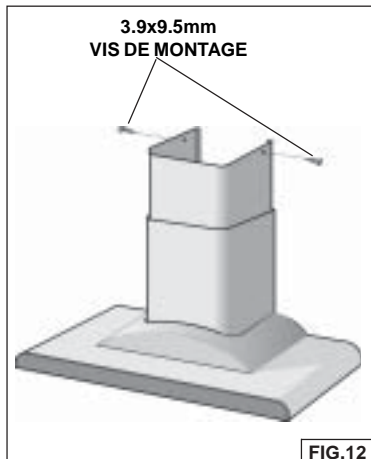

FIG.12
- Soulevez le carneau supérieur jusqu'à ce que ses trous soient alignés avec les trous du support de fixation du carneau (situé au plafond). (fig. 12).
- Fixez le carneau au moyen de deux (2) vis de montage. (fig. 12).